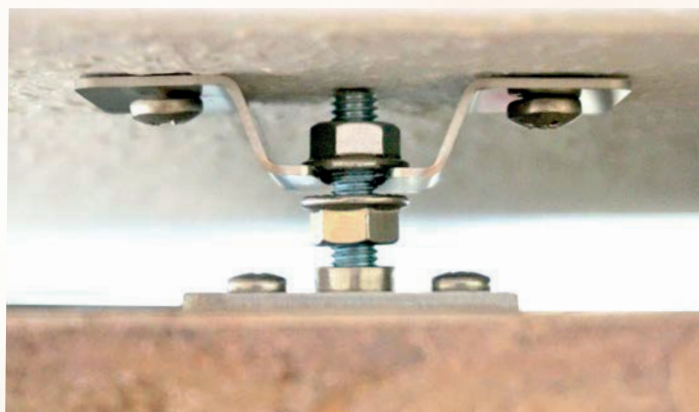

figura 3
7. Avvitare su ciascuno dei due spinotti filettati superiori del pannello riscaldante (vengono incardinati nei supporti a muro) un dado esagonale con flangia (A) fino all'estremità filettata facendo attenzione a che la flangia sia rivolta in direzione opposta al pannello. Vedi figura 3 (già preassemblato di serie per il montaggio verticale.)